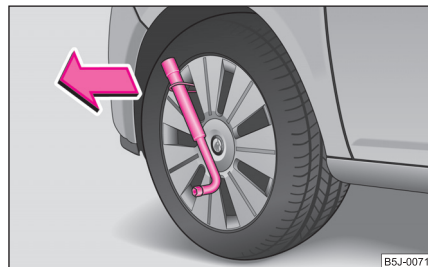

Fig. 182 Demontarea capacului de roată
- Introduceți cheia de roată prin mâner, sprijiniți cheia de roată și trageți capacul ⇒ fig. 182.